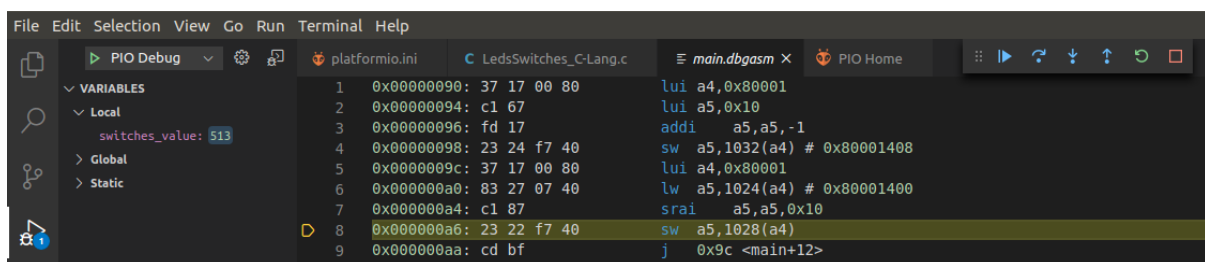

图65. 汇编程序
7. 汇编程序（图65）首先使用装载指令（`lw a5,1024(a4)`）读取开关值，然后使用存储指令（`sw a5,1028(a4)`）将该值写入LED。逐步执行程序，更改开关并验证LED发生变化以反映新的开关值。